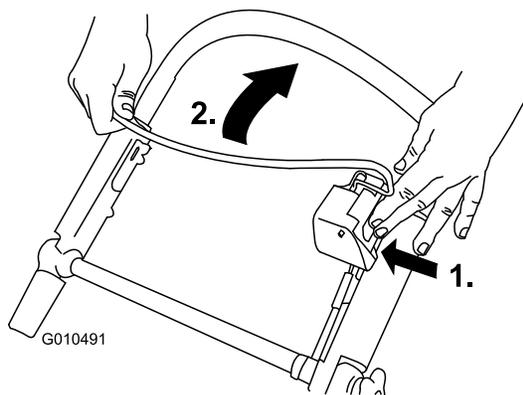

Figure 20
1. Appuyez sur le bouton de commande de la lame et serrez la barre de commande contre le guidon (Figure 20).